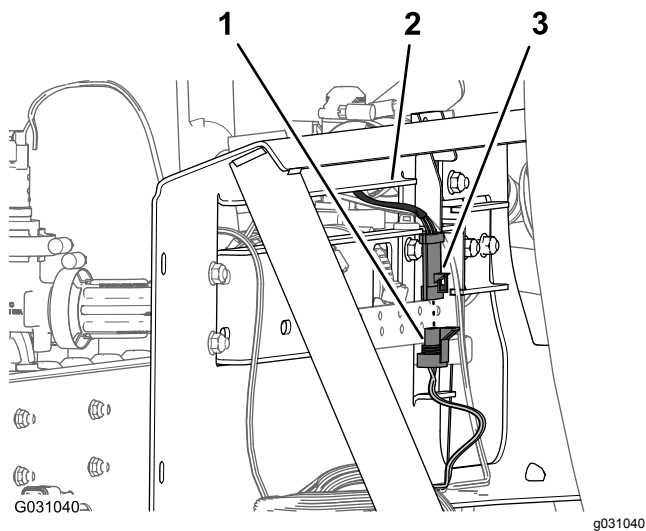

图130
6. 将搅拌阀线束的 3 针接头连接至标有**搅拌阀**的 203cm 线束支管的 3 插座接头图 130。